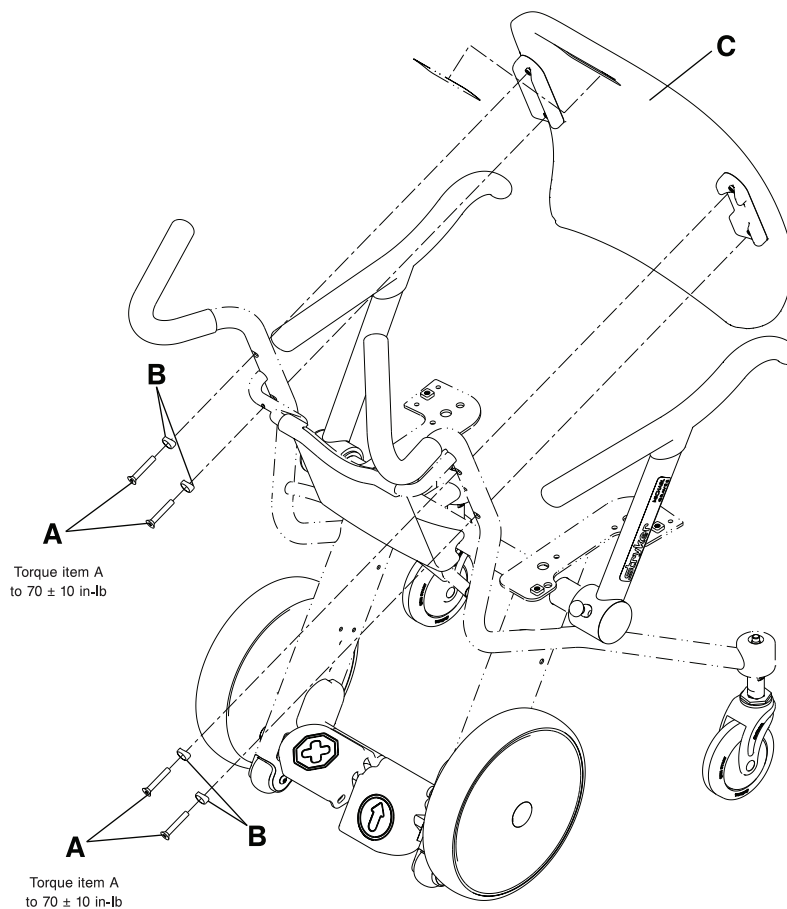

Figura 6-20: Rimozione dello schienale
2. Con la chiave a brugola da 3/16" estrarre le quattro viti con testa piana (A) e i relativi adattatori (B) per rimuovere lo schienale (C) dal telaio della sedia. Mettere da parte viti, adattatori e schienale (Figura 6-20 a pagina 6-37).
3. Al momento di rimontare lo schienale, con la chiave a brugola da 3/16" reinserire le quattro viti con testa piana (A) e i relativi adattatori (B) (rimossi al punto 2) per fissare lo schienale (C) al telaio della sedia (Figura 6-20 a pagina 6-37). Serrare le viti a  $70 \pm 10$  in-lb ( $8 \pm 1,1$  Nm) con la chiave dinamometrica da 3/8".